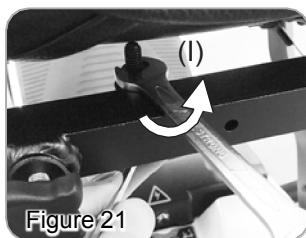

Figure 21
- Desserrez les vis (I) à l'aide d'une clé et d'une clé hexagonale.
- Appuyez sur les ressorts (J) pour les retirer du support coulissant du siège.
- Tirez sur les ressorts du siège et maintenez-les pour libérer le loquet de siège (K).
- Poussez le support du siège (L) avec les pouces vers l'arrière du scooter pour dégager le siège du loquet.
- Lorsque vous remettez le siège en place, insérez-le dans le support coulissant du siège. Poussez le siège vers l'avant du scooter (point vert), serrez les vis (figure 21) et réinstallez les ressorts dans le support coulissant du siège (J).